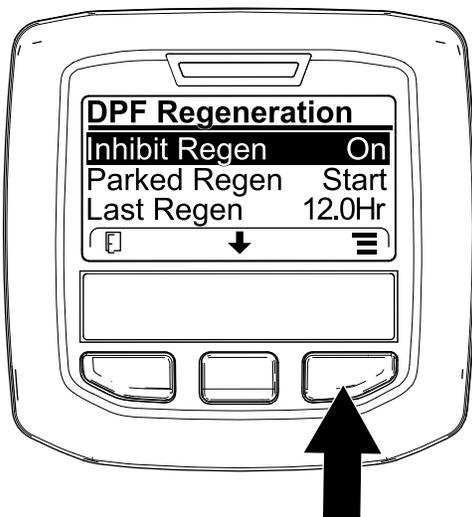
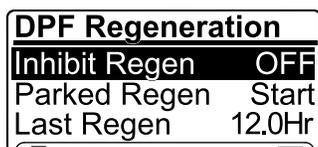

Figura 42
Figura 43
1. Accedete al menu DPF Regeneration, premete il pulsante centrale per scorrere il menu verso il basso fino all'opzione INHIBIT REGEN, quindi premete il pulsante destro per selezionare la voce Inhibit Regen (Figura 42).
2. Premete il pulsante destro per modificare l'impostazione dell'inibizione della rigenerazione da On a Off (Figura 42) o da Off a On (Figura 43).